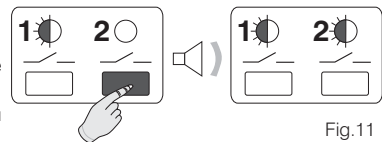

Fig.11
- Maintenir la **touche 2** enfoncée jusqu'à l'émission d'un seul signal sonore, puis la relâcher. Les deux LED clignotent. Le canal 2 est préréglé pour être asservi au **chronothermostat "Master"** (fig. 11).